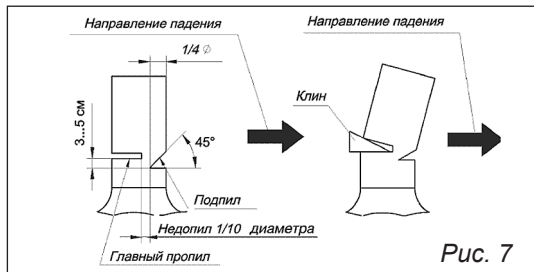

Рис. 7
**НАПРАВЛЕНИЕ ПАДЕНИЯ (рис. 7):**